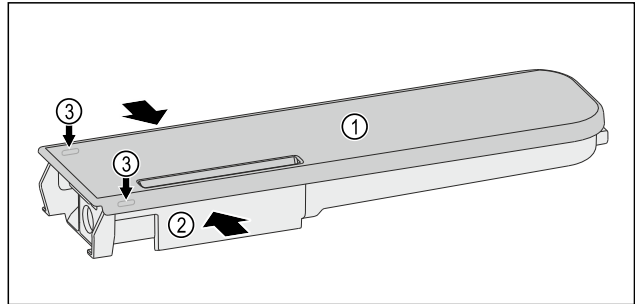

Fig. 195
- ▶ Сожмите бак для воды Fig. 195 (2) и осторожно возьмите крышку Fig. 195 (1) за фиксирующие выступы Fig. 195 (3) и потяните ее вверх.
- ▶ Слегка подвигайте крышку Fig. 195 (1) вперед и назад и снимите, приподняв вверх.